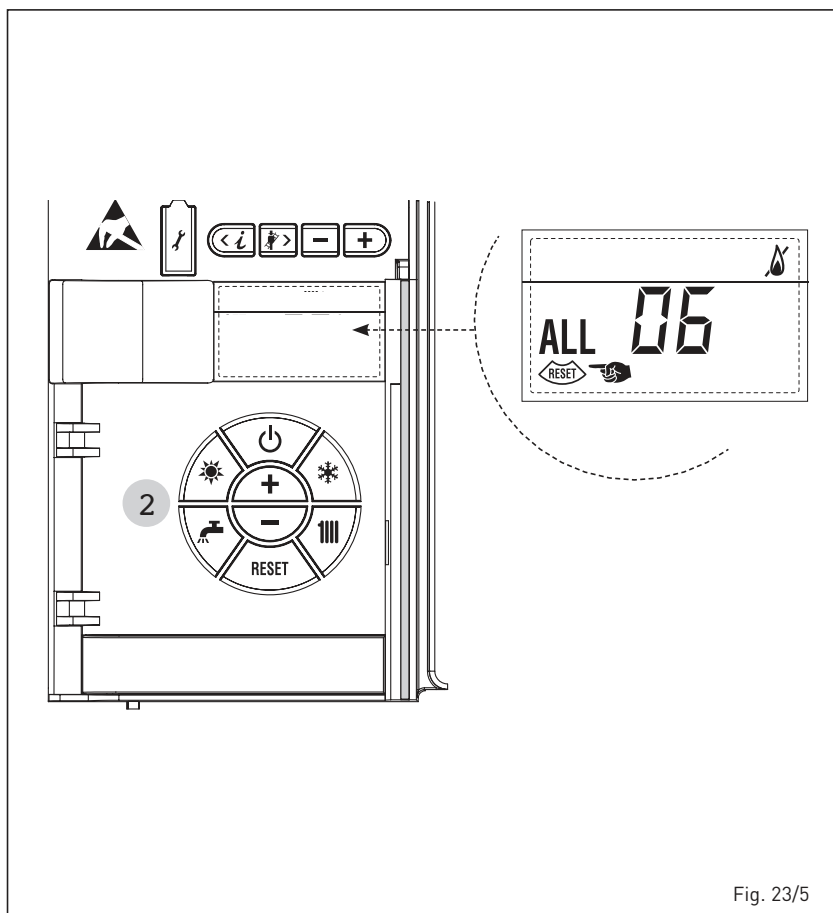

Fig. 23/5
- **ANOMALIE FLAMME PARASITE "ALL 08" (fig. 23/7)**
- **ANOMALIE CIRCULATION EAU "ALL 09" (fig. 23/8)**